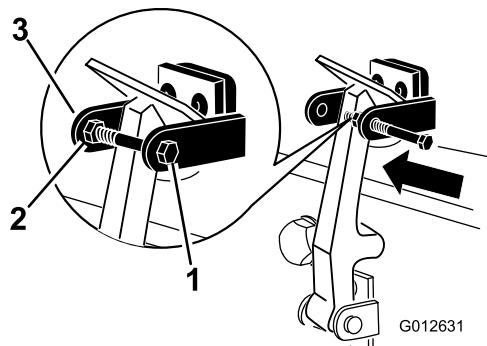

Figura 6
7. Enrosque el perno en el otro brazo del seguro de cierre del capó para fijar la posición del cierre (**Figura 6**). Apriete firmemente los pernos, pero no apriete la tuerca.